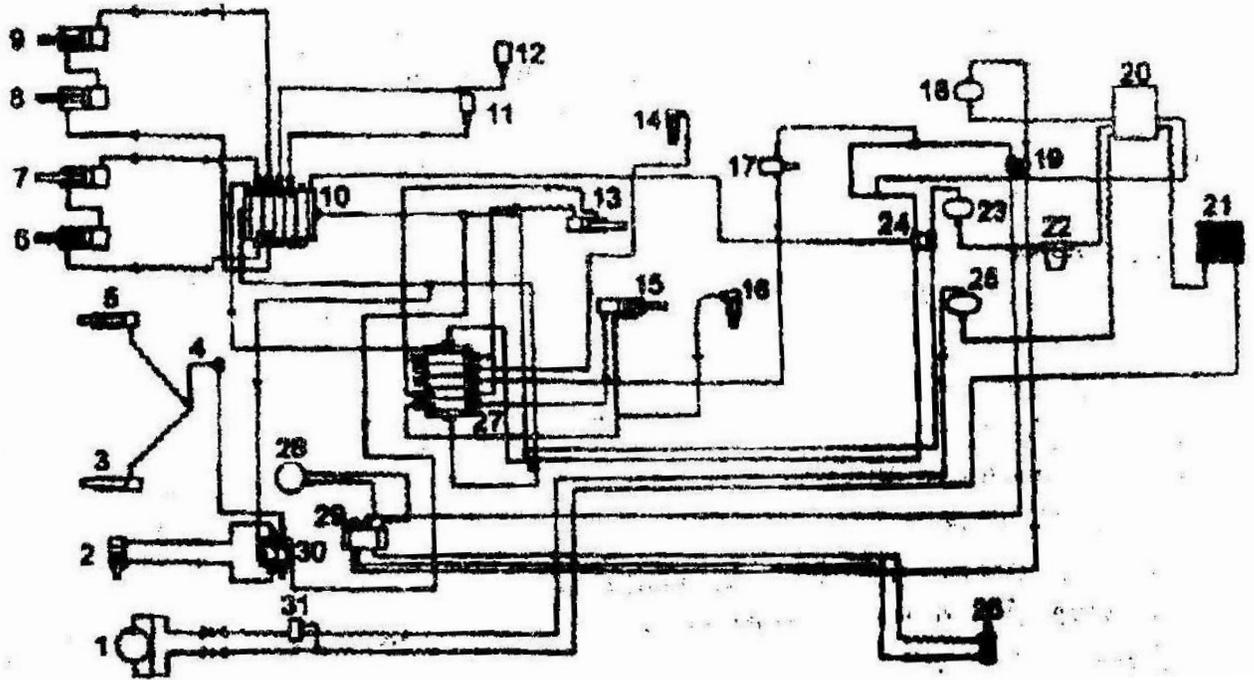

Рис. 67. Схема соединения гидрооборудования комбайна КЗС-3:
Гидравлическая система комбайна КЗС-3 (рис. 67) состоит из трех независимых систем: основной гидросистемы, гидросистемы рулевого управления и гидросистемы объемного привода мотовила.
6.9.1. ОСНОВНАЯ ГИДРОСИСТЕМА (рис. 67) работает от гидронасоса 22 и предназначена для:
6.9.2. ГИДРОСИСТЕМА РУЛЕВОГО УПРАВЛЕНИЯ (рис.67) работает от гидронасоса 18 и предназначена для привода в действие механизма поворота управляемых колес и состоит навоса-дозатора 15, предохранительного клапана; распределителя, гидроцилиндра 14 поворота управляемых колес и системы гибких и жестких маслопроводов.
6.9.3. ГИДРОСИСТЕМА ОБЪЕМНОГО ПРИВОДА МОТОВИЛА (рис. 67) работает от гидронасоса 25 и предназначена для обеспечения вращения мотовила с возможностью изменения частоты его вращения. Гидросистема объемного привода мотовила включает регулятор расхода 23, масляный радиатор 24, а также систему гибких и жестких маслопроводов.